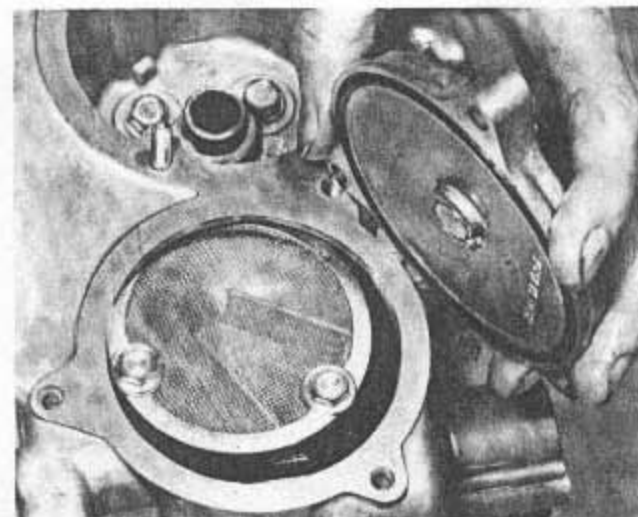

Bild 208
- Alle 10 000 km (etwa bei jedem vierten Motorölwechsel) ist das Siebfilter des Ölpumpenansaugtrichters auszubauen und zu reinigen. Nach Abbau des rückwärtigen Deckels, welcher durch drei Schrauben gehalten wird, ist das Siebfilter zugänglich (Bild 208). Um das Filtersieb zu befreien, entferne man die zwei Schrauben (Bild 208) und verdrehe das Sieb ein wenig im Uhrzeigersinn. Die versteckte hintere Kante des Siebs wird durch eine gebogene Zunge geführt, welche in einer Aufnahme am Ansaugtrichter liegt. Das Filtersieb wird unter Verwendung einer weichen Bürste in sauberem Kraftstoff ausgewaschen.